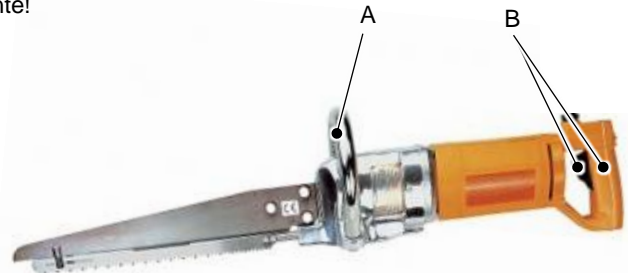
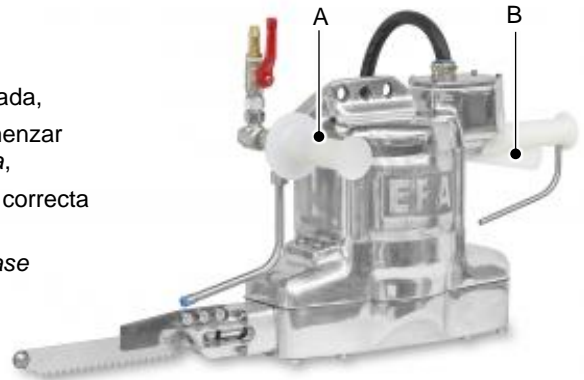

Fig. 6.1: Accionamiento del interruptor
Fig. 6.2: Accionamiento del interruptor
La máquina está equipada con una empuñadura (A) y una empuñadura con interruptor (B). Para encenderla, accione el interruptor con los dedos, *ver fig. 6.1 y fig. 6.2.*